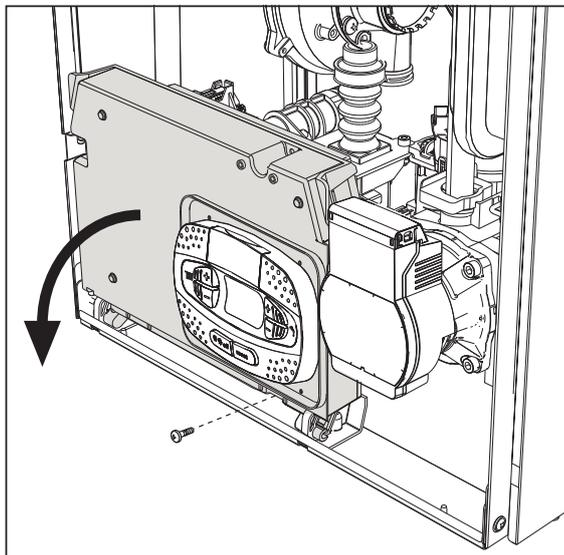
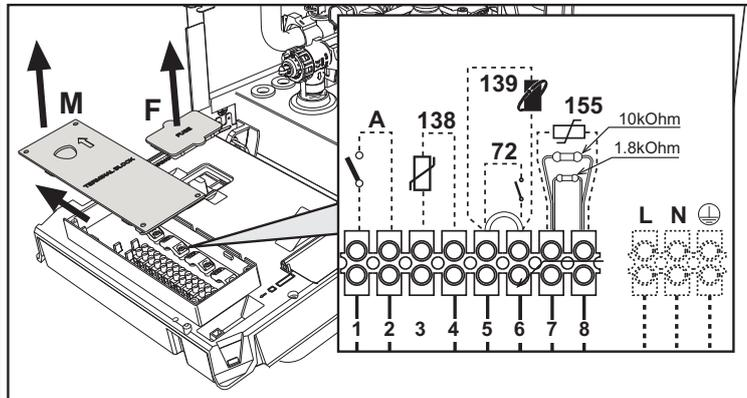

fig. 20
fig. 21
Tras quitar el panel frontal (*** 'Apertura del panel frontal' on page 81 ***), es posible acceder a la regleta de conexión (M) y al fusible (F) según las indicaciones siguientes (fig. 20 e fig. 21). **Los bornes indicados en la fig. 21 deben tener contactos secos (no 230V).** La posición de los bornes para las diferentes conexiones también se ilustra en el esquema eléctrico de la fig. 57.